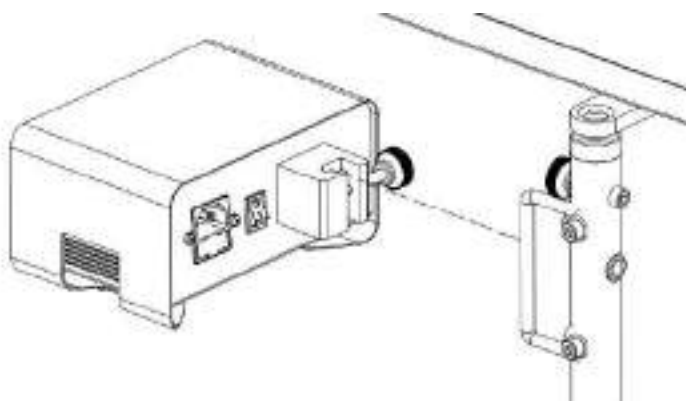
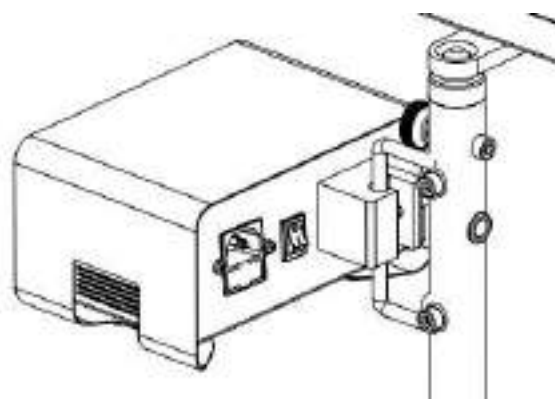

Figura 106 – Fixação caixa da balança LC5
Figura 107 – Fixação caixa da balança LC5
2. Encaixe o mancal da balança no suporte para balança conforme figura 106, e aperte o knob (A) até fixá-lo com segurança, conforme figura 107.